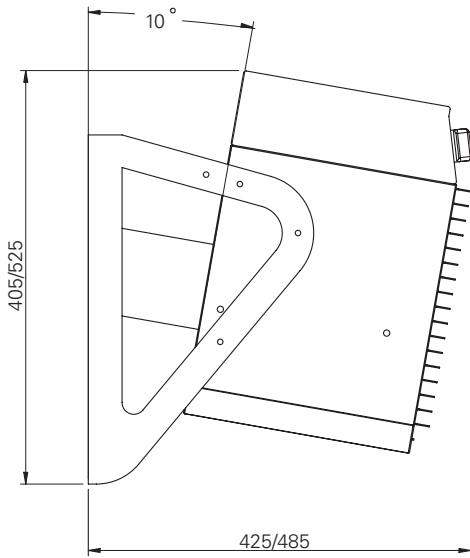

Fig. 3
2. Fixer les consoles sur l'aérotherme selon figure 3 de la page 3 avec trois vis de chaque côté.